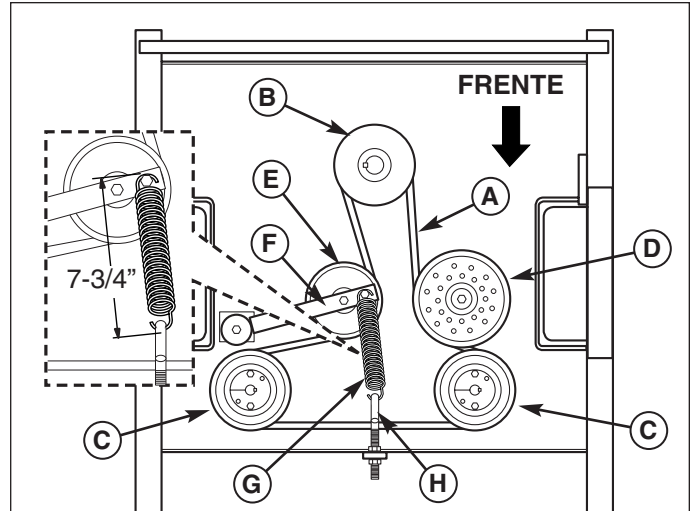

Figura 35. Reemplazo de la banda de tracción de la bomba hidráulica
3. Afloje la tuerca hacia el frente de la máquina en el gancho ancla del resorte (H, Figura 35) para soltar gran parte de la tensión de la banda. Sea precavido y quite la tuerca para liberar la tensión por completo.
4. Quite la banda vieja y reemplácela con una nueva. Asegúrese de que el lado V de la banda corra por los surcos de la polea del cigüeñal y de la bomba (B y C, Figura 35).
5. Reinstale el gancho ancla (H, Figura 35) en la lengüeta para el ancla y ponga la tuerca sin apretar. Ajuste el resorte hasta que mida 7 3/4" desde el exterior si el resorte está enganchado. Apriete la tuerca.